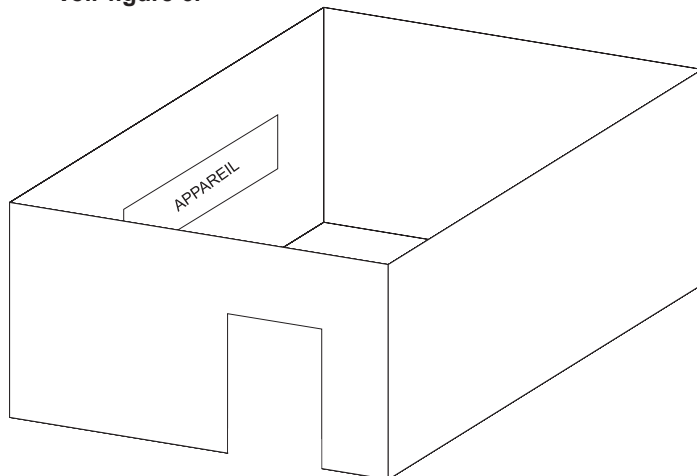

Figure 6
- Avec des parois sur tous les côtés, mais aucun couvert aérien. **Voir figure 6.**